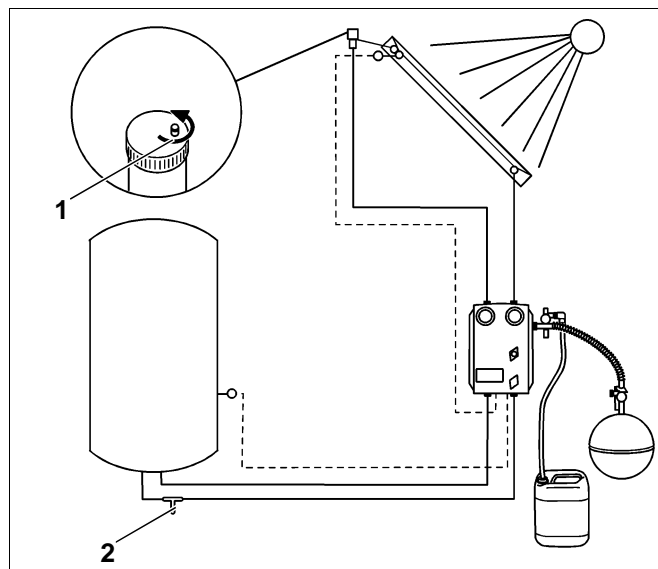

Fig. 19 Tubazioni – prova a pressione
- 1 Girate la vite di chiusura sopra il disaeratore (fig. 19, **pos. 1**), di almeno due giri in apertura, in modo che l'aria possa defluire.
- 1 Riempire di acqua l'impianto, mediante il rubinetto di carico/scarico nella tubazione di ritorno dello scambiatore di calore (fig. 19, **pos. 2**).